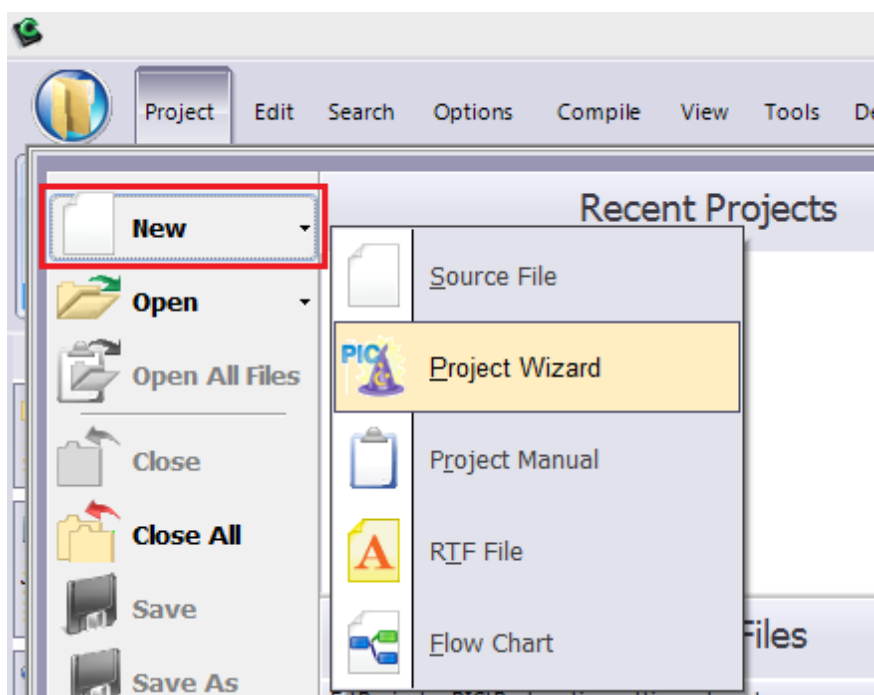

Рисунок 3.1.2 – Процес створення проекту у **IDE PCWH**
2. Вибрати: **New** > **Project Wizard** (рис. 3.1.2):